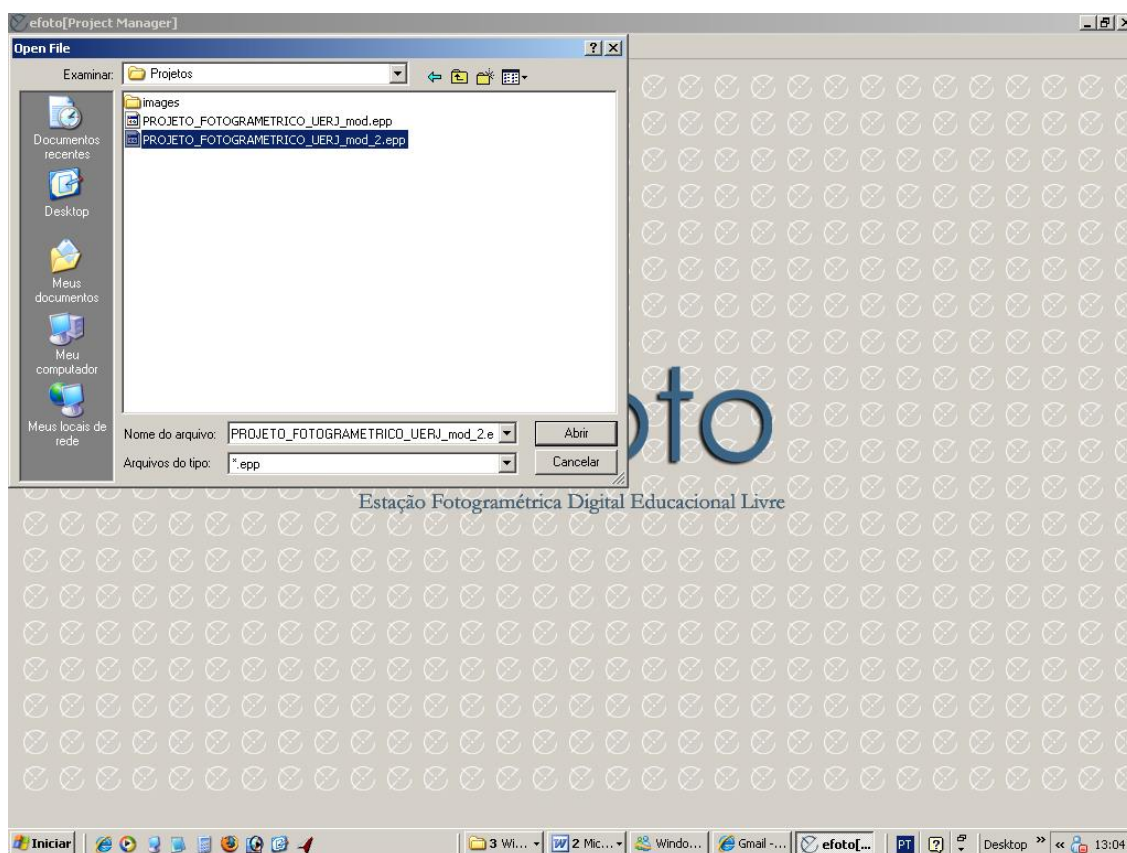

Figura 2 – Tela do **Project Header** para carregar um projeto cadastrado.
Passo 1: No menu **Project** aparecem algumas opções; escolheremos a opção **Load File** e uma lista de projetos cadastrados aparecerá. Caso não apareça o projeto desejado, é possível navegar pelos diretórios até encontrá-lo. Escolha então o projeto desejado, conforme mostra a figura 2.